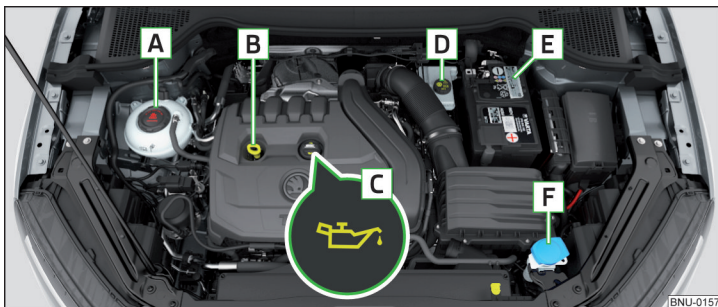

Fig. 306 Exemple de disposition dans le compartiment moteur
- ▶ Dévissez le bouchon de l'orifice de versement d'huile moteur **C** » fig. 306 à la page 285.